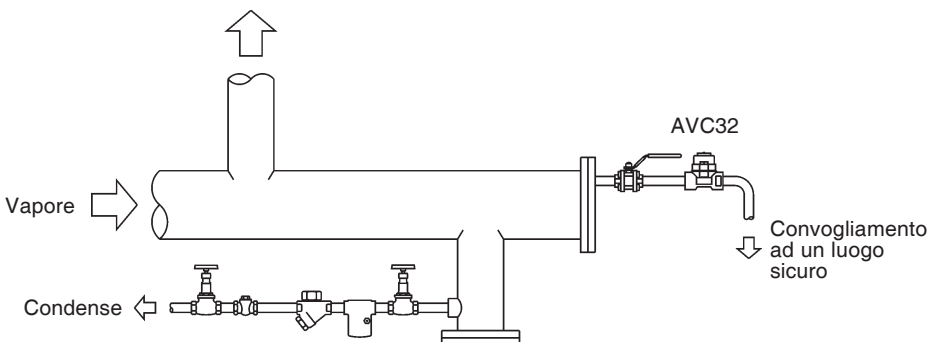

Fig. 2 Installazione su terminale di tubazione
- 3.4** Gli eliminatori d'aria AV..32 dovrebbero essere installati con la capsula posizionata secondo un piano orizzontale con il coperchio alla sommità rivolto verso l'alto. La posizione sull'impianto è in genere alla sommità dei montanti, al termine delle tubazioni e sugli apparecchi utilizzatori in tutti quei punti verso cui l'aria viene sospinta dal vapore e vi si accumula. Per la massima efficienza di scarico dell'aria il lato di valle deve essere il più diretto e libero possibile, convogliato comunque in un luogo sicuro perché la temperatura di scarico può essere elevata (vedere le fig. 2, 3 e 4);